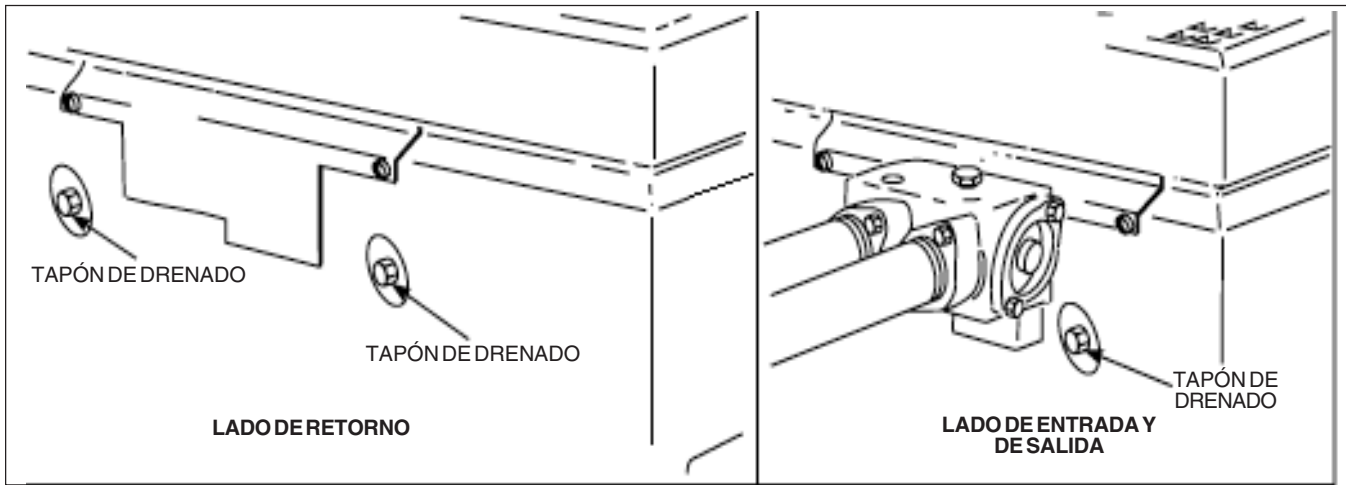

Figura 20. Ubicaciones de los drenajes del calentador.
2. Vacíe el calentador por completo antes del primer congelamiento. Para vaciar el calentador, remueva los tapones de drenado (ver Figura 20).